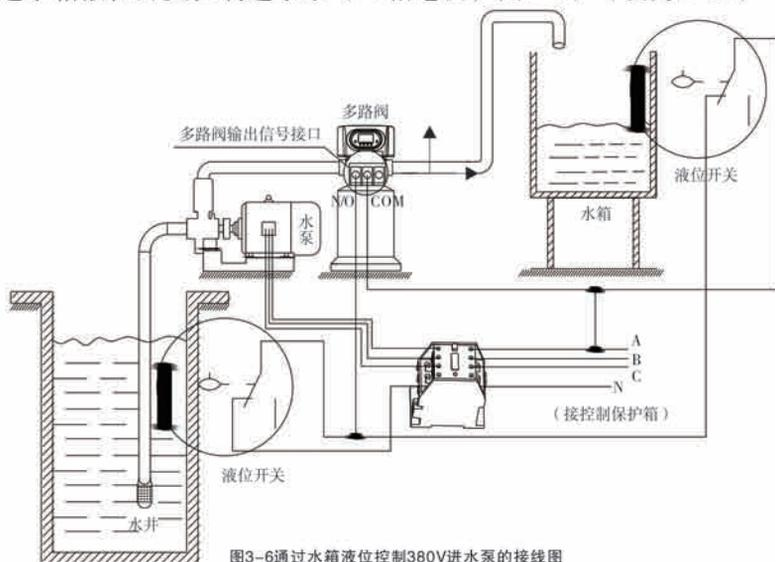

图3-6通过水箱液位控制380V进水泵的接线图
3) 通过水箱液位开关控制进水泵（三相电机，图3-6）（设为b-01）